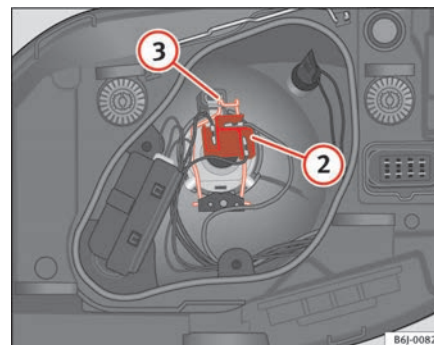

Fig. 153 Médios / máximos farol simples
- Retire o conector ⇒ página 234, fig. 153 ② da lâmpada.
- Desengate a mola de fixação ⇒ página 234, fig. 153 ③ pressionado-a para dentro e para a direita.